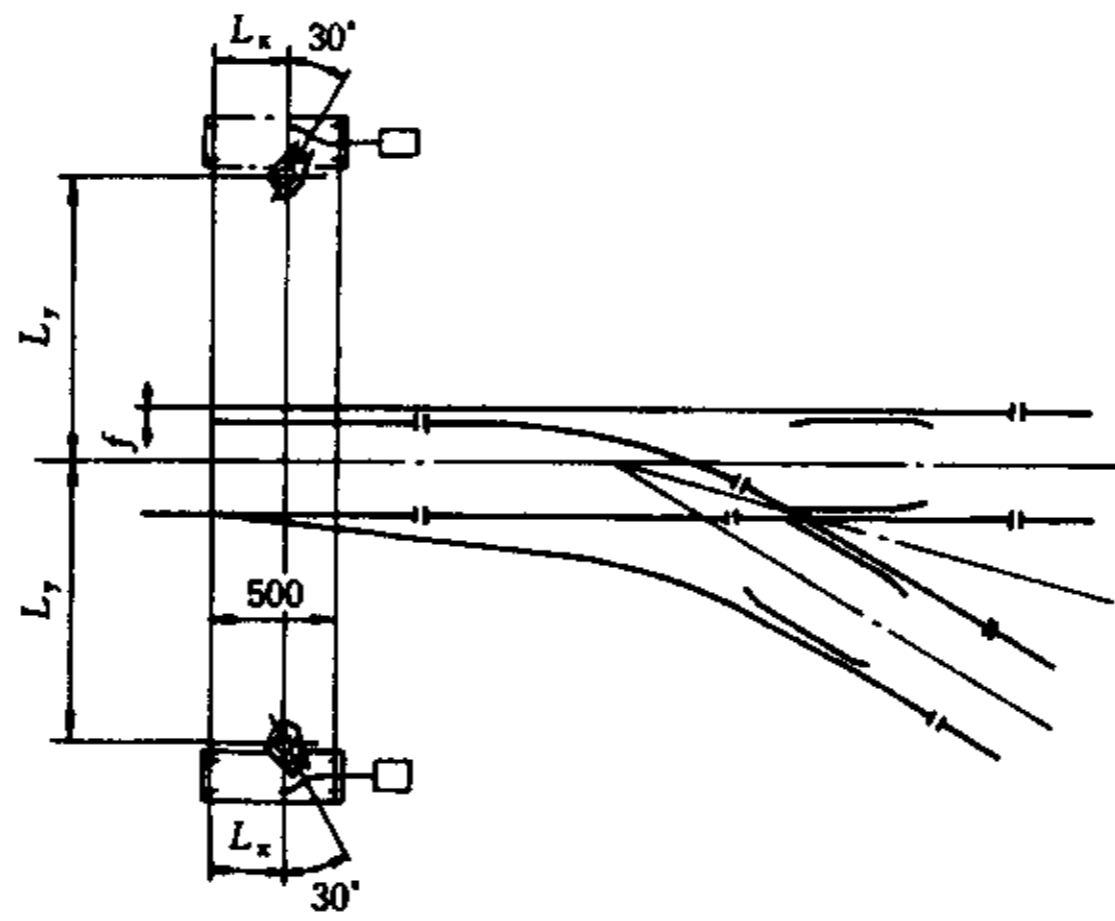

图 3 卧式手动(弹簧)扳道器与单开道岔安装位置示意图
- c) 卧式手动(弹簧)扳道器与单开道岔安装位置示意图见图 3,关系尺寸见表 1。